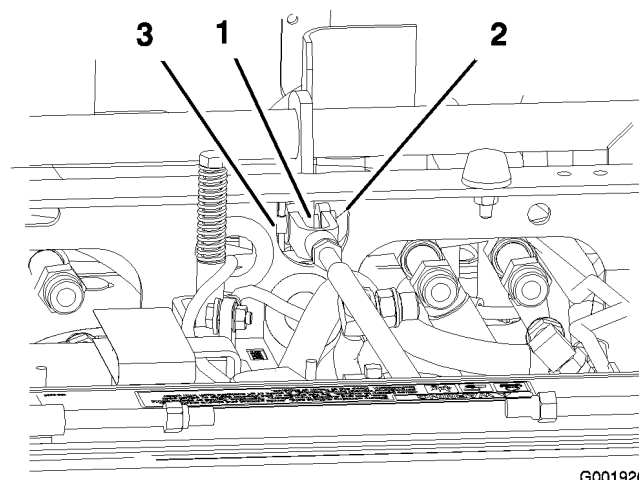

Figure 46
3. Mesurez verticalement la distance qui sépare l'avant de la barre de freinage et la bande de roulement ; elle doit être de 22 à 25 mm (Figure 46).
6. Tournez la chape dans le sens horaire pour raccourcir la distance, ou dans le sens anti-horaire pour l'allonger (Figure 46).